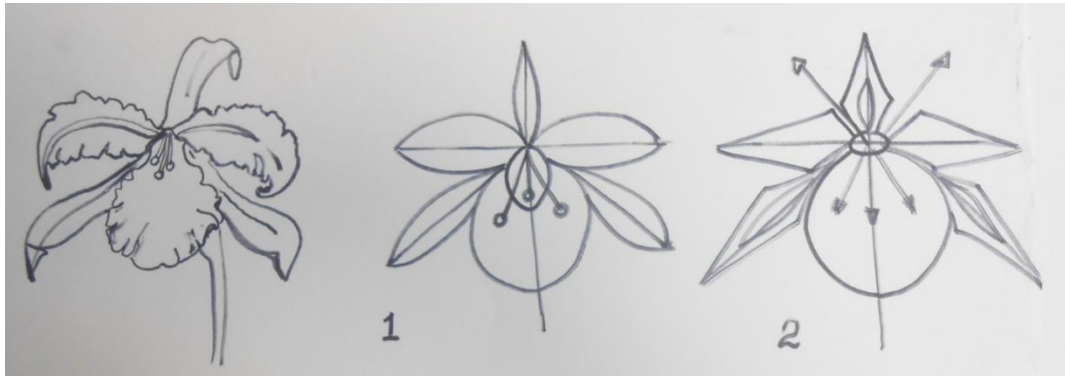

Рис. 1.18. Послідовність стилізації природної форми
Для стилізації спочатку виконують натуральні замальовки та етюд, у яких передаються найхарактерніші риси об'єкта зображення, а потім послідовно спрощують їх загальні природні образи, наближаючи до геометричних форм, або стилізують декоративну форму в технічній малюнок (рис.1.18).
2. Спростити природну форму, відкинувши зайву деталізацію (приклад на рис. 1.18).